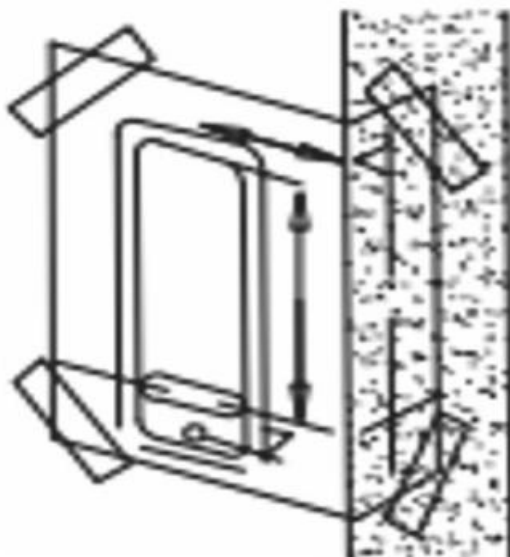

FIG3
1) Positionnez et fixez correctement le gabarit (gabarit produit modèle 209) sur la surface de la porte intérieure. Hauteur requise par rapport au sol. Assurez-vous que la Le gabarit d'alignement de bord de porte pertinent et marqué doit être correctement aligné. avec le bord de porte réel (comme Fig 3).